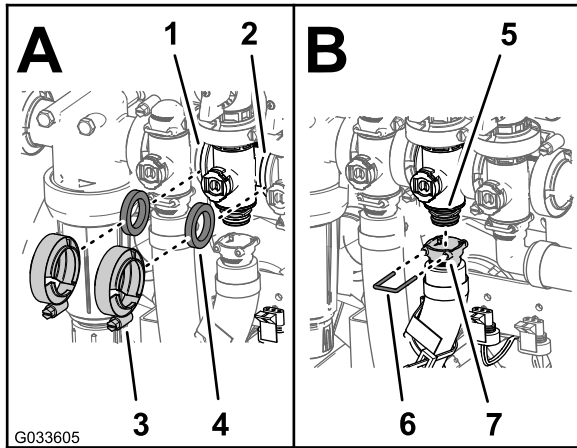

図 113
2. 攪拌バイパスバルブ、ガスケット、攪拌バルブマニホールドを組み立てて、フランジクランプを手締めする 図 113。
3. 散布量制御バルブマニホールドのフランジと攪拌バルブのマニホールドとの間に、ガスケットを入れる 図 113; A。
4. 散布量制御バルブマニホールド、ガスケット、攪拌バルブマニホールドを組み立てて、フランジクランプを手締めする 図 113。
5. 攪拌バルブマニホールドのフランジとマスターブームバルブとの間にガスケットを入れる 図 113; A。
7. 出口フィッティングを、攪拌バルブ用のマニホールドの底部にあるカップリングのフィッティングに取り付ける 図 113; B。
8. 出口フィッティングのソケットにリテーナを入れて出口フィッティングをカップリングフィッティングに固定する (図 113; B)。